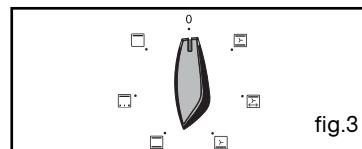

fig.3
- L'affichage repasse à l'heure du jour en ramenant le sélecteur de fonctions sur 0 (fig.3),